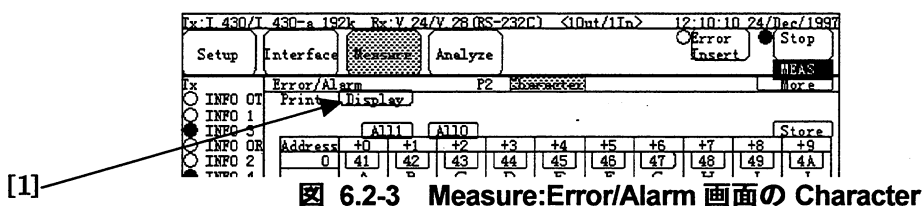

図 6.2-3 Measure:Error/Alarm 画面の Character
2. 印字するキャラクタパターンの範囲を "Print" ボタン (図 6.2-3 Measure:Error/Alarm 画面の Character,[1]) で設定します。